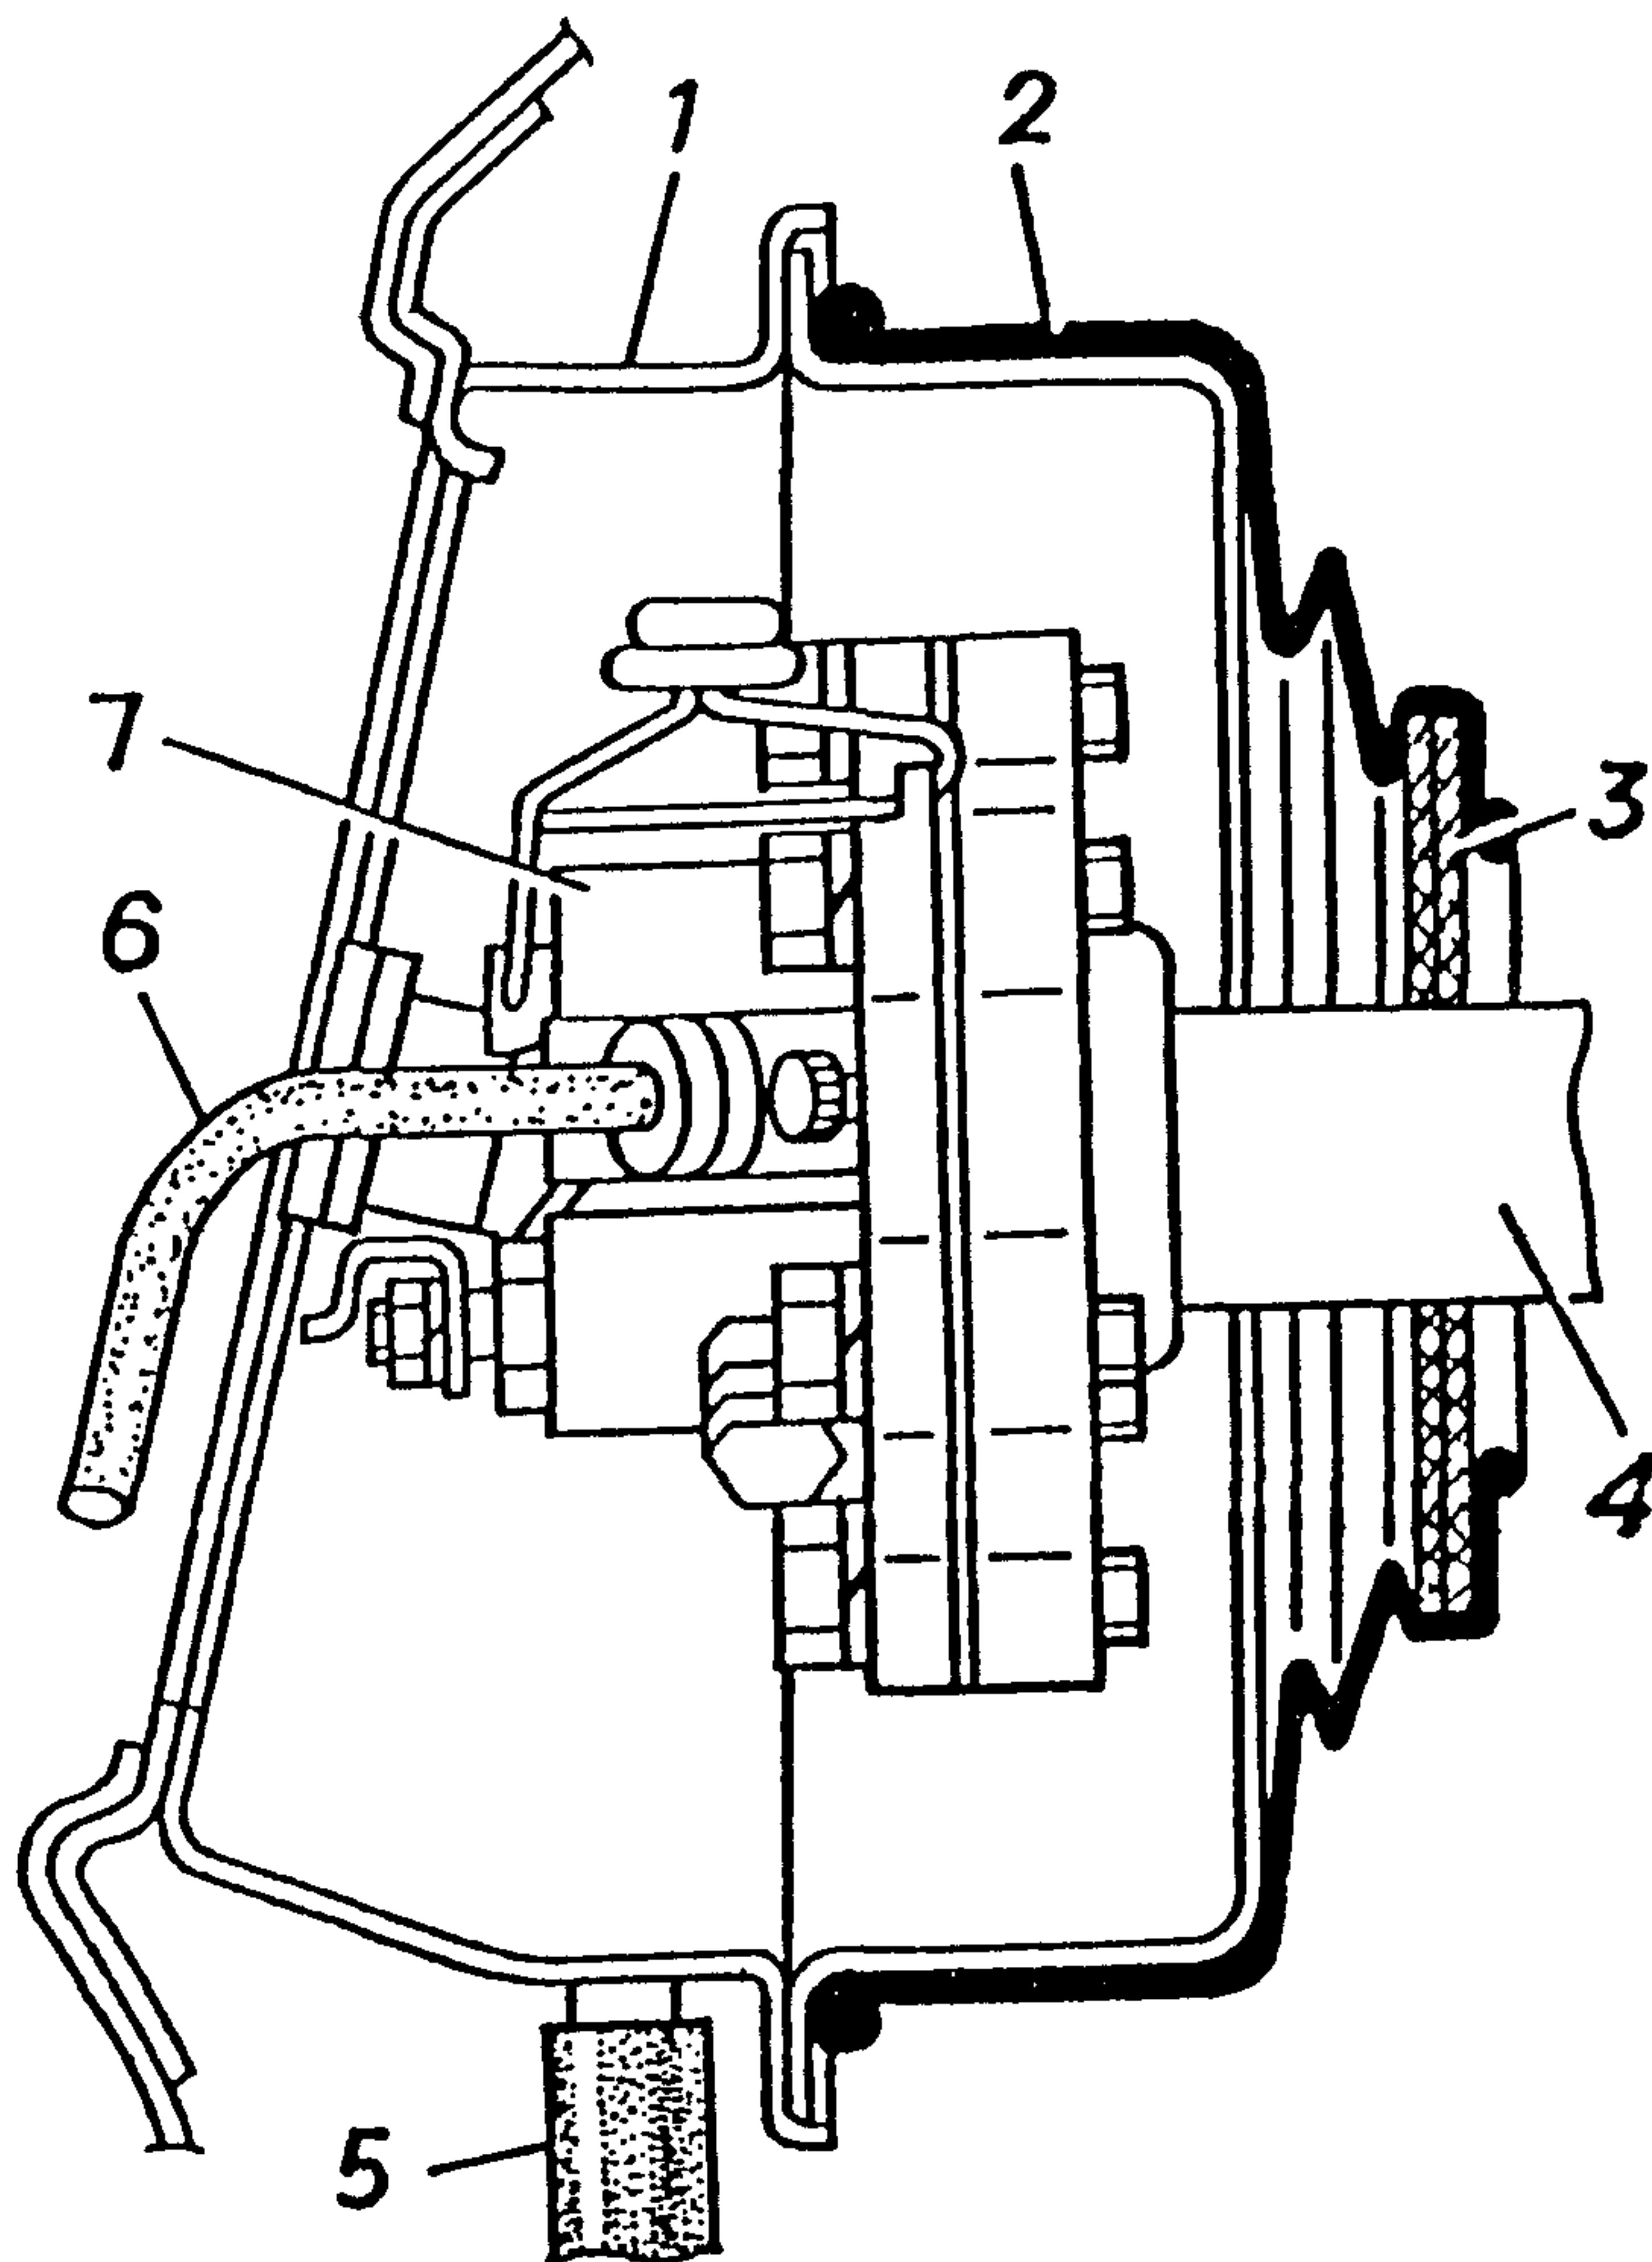

Рис. 5.16. Заправочное устройство
2) приварить по периметру вставку I (рис.5.16) заправочного люка к внутренней поверхности крыла, предварительно зачищенной по контуру отверстия;
4) под люком, в боковой части пола багажника, просверлить отверстие диаметром 12 мм соосно сливной трубке кожуха заправочного люка и вывести через него наружу (под пол) сливной шланг 5 (рис.5.16);
5) надеть чехол переходной трубы на вставку I (рис.5.16) запорочного люка и промазать противозумной мастикой стыки чехла и уплотняющих колец;